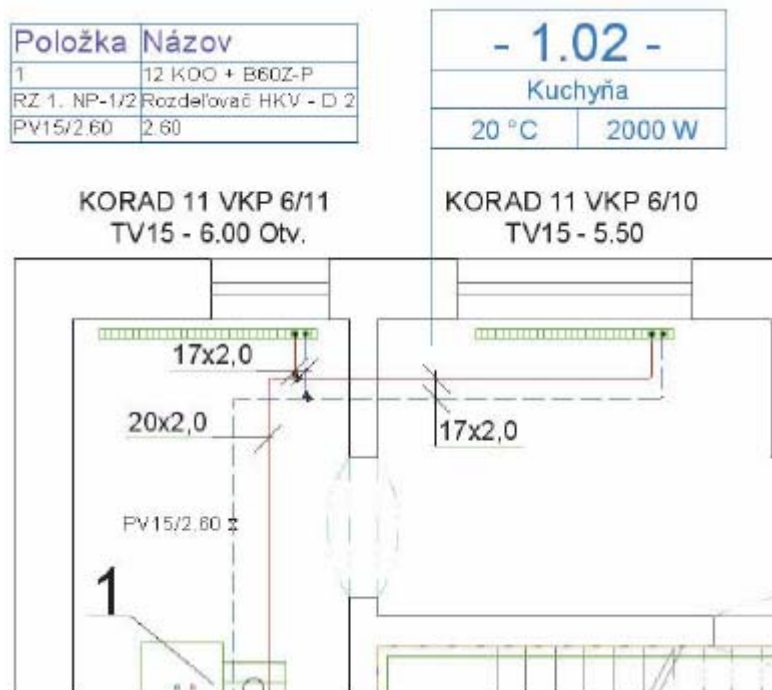

Рис. 3.2-59 Пример описания устройств, арматур и размеров в проекте
4. Таким же способом опишете размеры на всех трубопроводах, которые нужны. (Рис. 3.2-59)